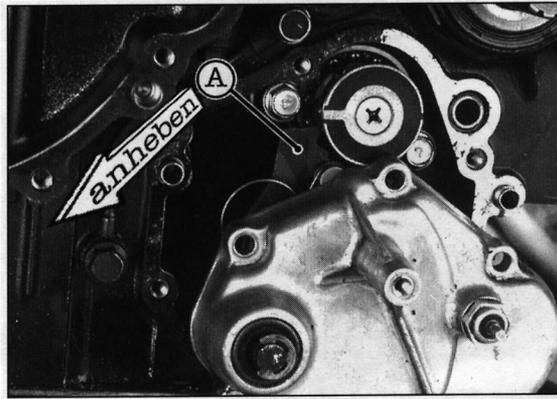

Bild 170
- Zwischen Deckel und Gehäuse greifen und Schaltklinken gegen Federkraft zurückdrücken. Deckel samt Schaltwelle abnehmen (Bild 170).